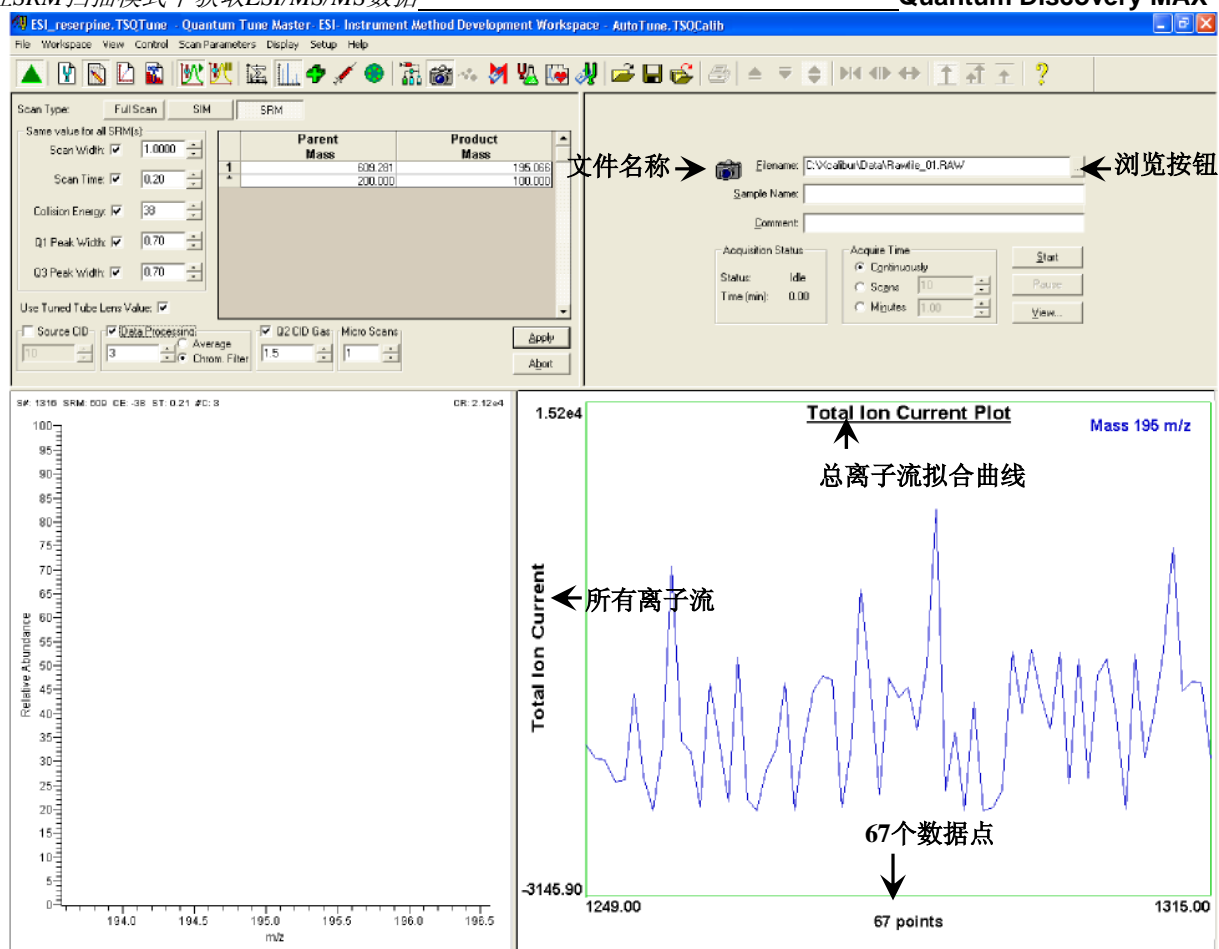

图5-8. 仪器方法建立工作区域，图中显示的是SRM扫描类型
7. 在Control / Scan Mode (控制/扫描) 工具栏上, 点击Display TIC (显示TIC) 按钮, 在工作区域右下角的Graph (谱图) 视图中记录全部的离子流, 见图5-8。